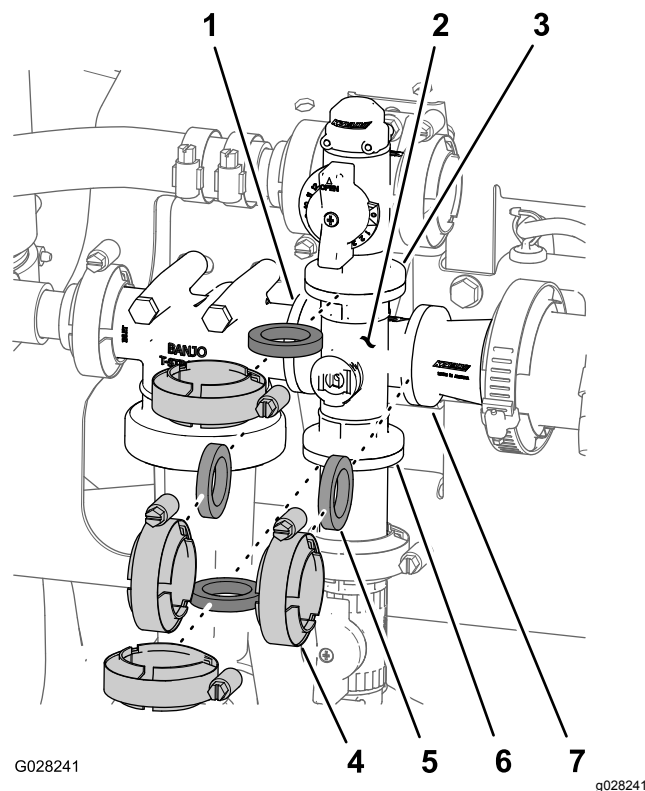

Figura 78
1. Retire os grampos e as juntas que fixam o coletor para a válvula de agitação (Figura 78) à